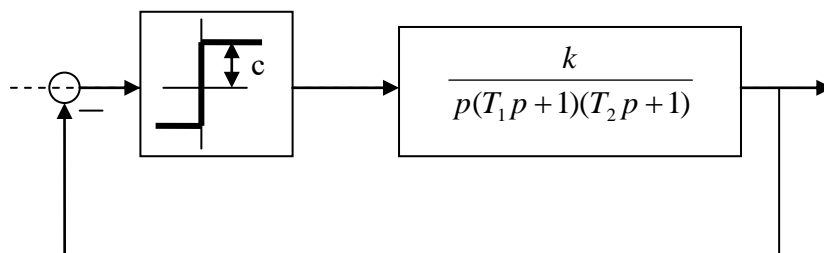

Рис. 1.
6. Методом гармонического баланса определить амплитуду и частоту автоколебаний в системе, представленной на рис. 1. Эквивалентный комплексный передаточный коэффициент (описывающая функция) нелинейного элемента принять  $J(A) = \frac{4 \cdot c}{\pi \cdot A}$ .
7. Структура амплитудно-импульсной системы приведена на рис. 1. Период  $T=1 \text{ с.}$